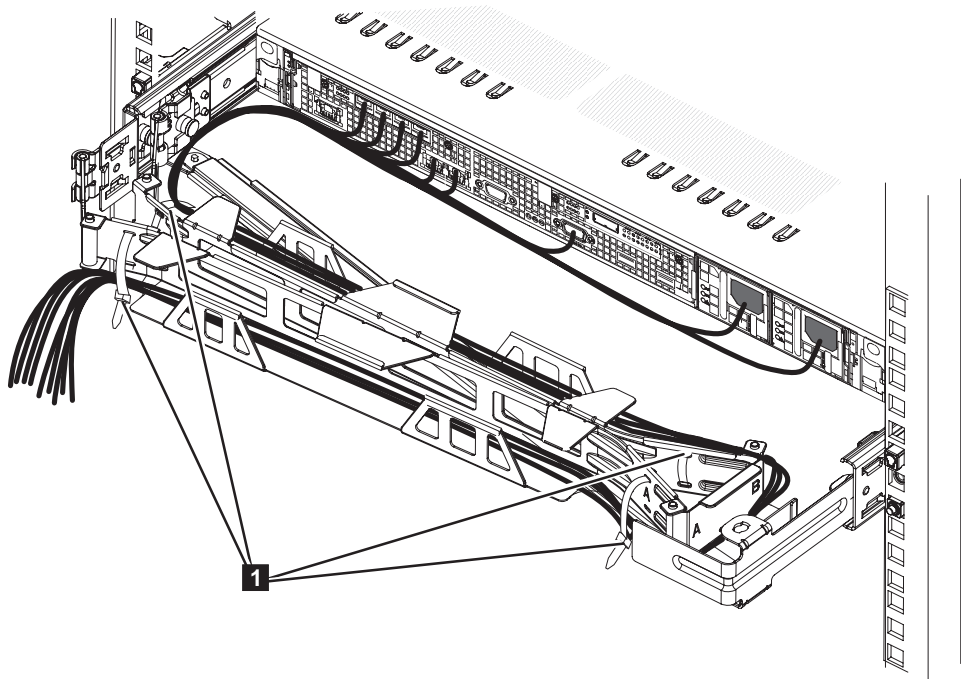

図 10. SAN ボリューム・コントローラー 2145-CF8 ケーブル・マネジメント・アーム内のケーブル
- b. 30 ページの図 10 の **1** に示すように、ケーブルおよび電源コードをケーブル・マネジメント・アームから解放します。